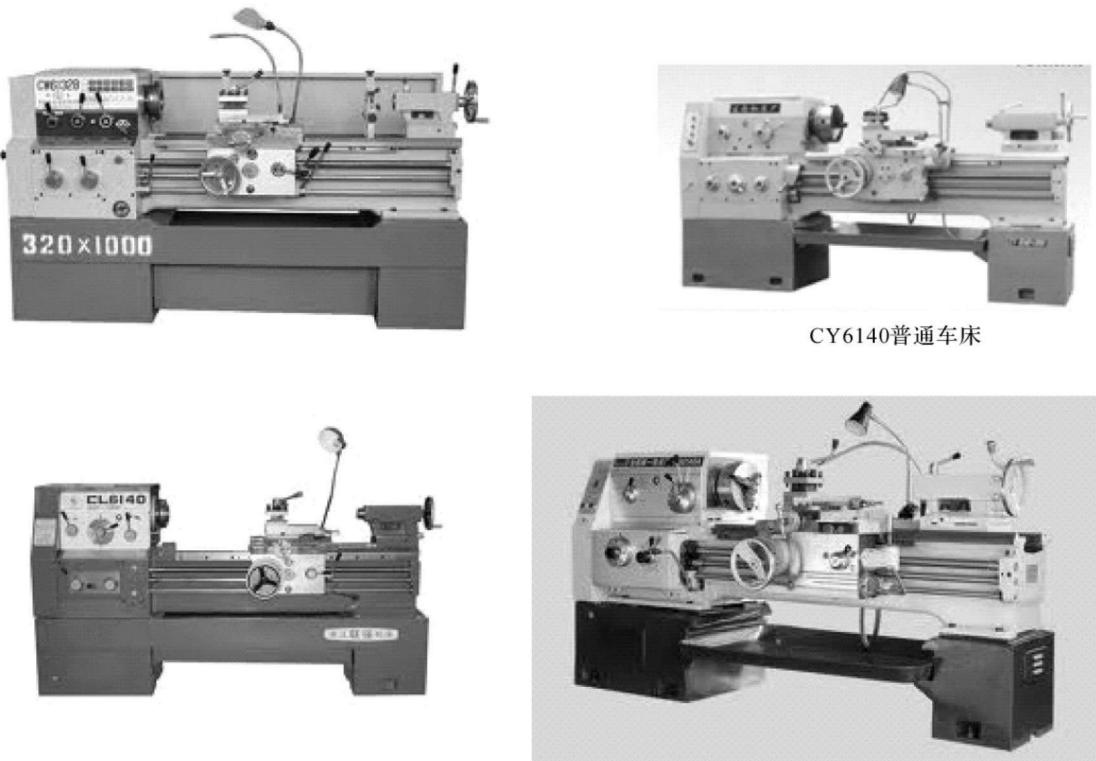

图 1-1-5 车床图
常用普车型号(如图 1-1-5 所示)。
(1) 车间内有哪几种型号的车床? 图1-1-5车床的型号是什么? 你还能说出其他型号的车床吗?